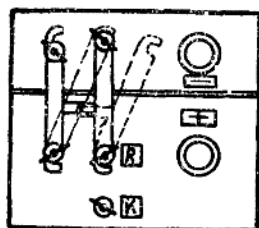

图 1-12 DP320 型电焊机连接板接法
(1) 粗调节。变换连接板的位置如图 1-12 所示。如果连接板在实线位置时,所有的激磁绕组内部有电流通过,因此焊接电流较大(约 50~320 A)。连接板在虚线位置时,电流通过激磁绕组的圈数较少,所以焊接电流变小(约 35~50 A)。